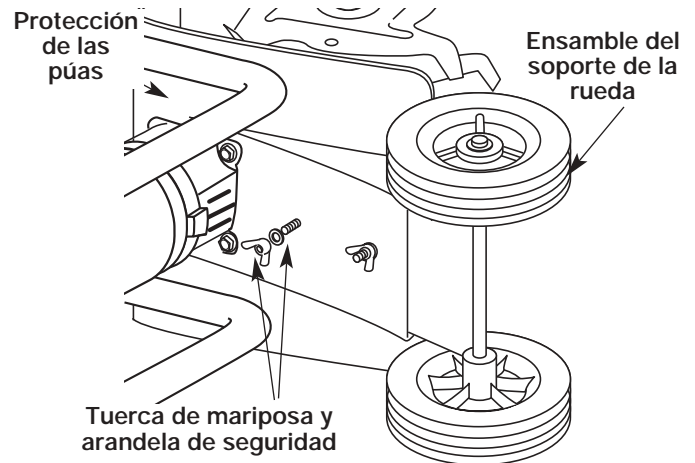

Fig. 3
1. Con la unidad sobre su lado, coloque el ensamblaje de soporte de la rueda en el lado inferior de la protección de las púas (Fig. 3).
3. Instale una arandela de seguridad y una tuerca de mariposa en cada uno de los pernos de la parte superior de la protección de las púas (Fig. 3).